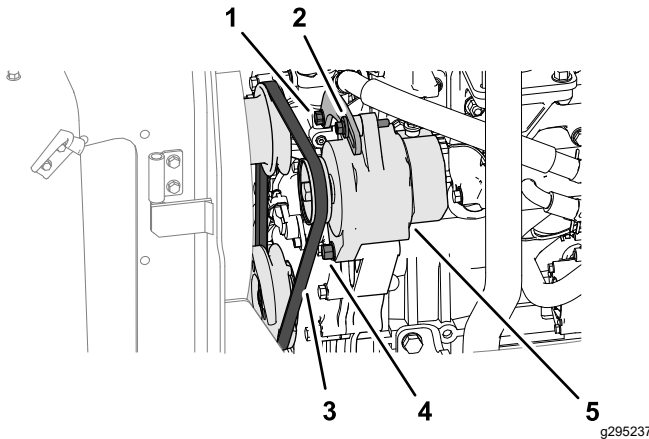

Figure 71
1. Exercez une force de 10 kgf sur la courroie d'alternateur (Figure 71) à mi-chemin entre les poulies.
- Si la courroie présente une flèche de moins de 10 mm, desserrez le boulon de pivot de l'alternateur et le boulon de tension (Figure 71), et réduisez la tension de la courroie.
- Si la courroie présente une flèche de plus de 10 mm, desserrez le boulon de pivot de l'alternateur et le boulon de tension (Figure 71), et augmentez la tension de la courroie.
Remarque: Au besoin, desserrez le boulon du support de tension (Figure 71).
3. Serrez les boulons (Figure 71).